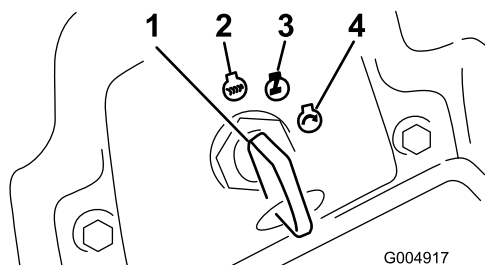

Figura 16
6. Rode a chave da ignição no sentido dos ponteiros do relógio para a posição Run (Figura 16).
- Rode a chave da ignição para a posição Off (desligar) (Figura 16). Espere até que todas as peças em movimento parem, antes de sair da posição de operação.